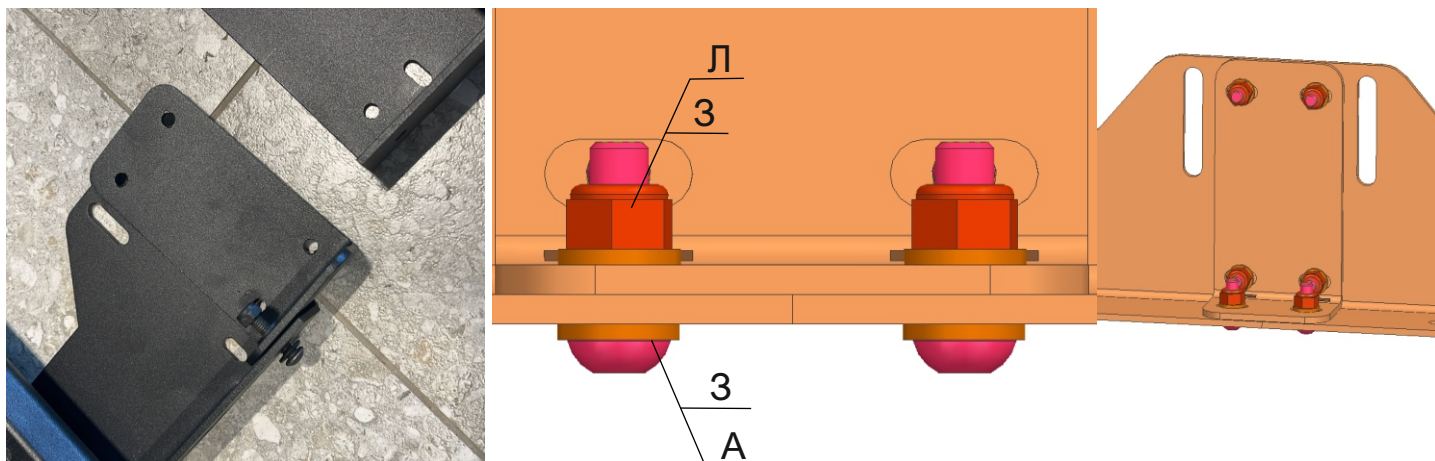

Рис.1
1. Соедините кронштейн левый передний (поз.2) и кронштейн левый задний (поз.4) с помощью кронштейна соединительного (поз. 15), используя винты М6х20 (поз. А) с шайбами 6 (поз. 3) и гайками М6 (поз. Л), как показано на рис.1. Повторите действие для правой стороны.